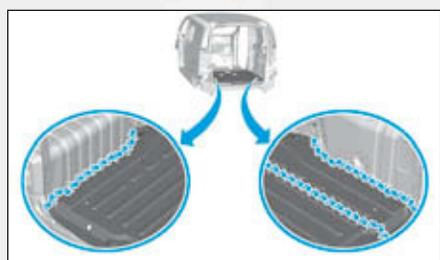
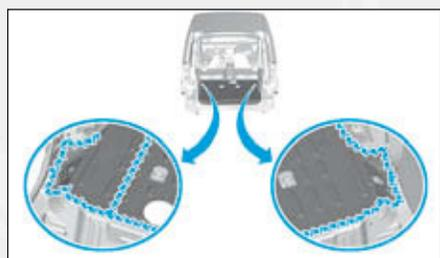
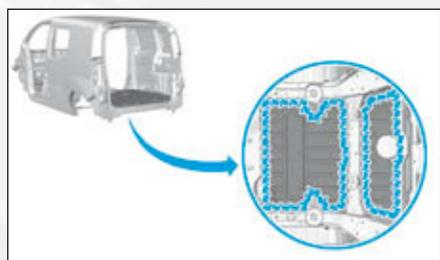

FIG.241
FIG.242
FIG.243
- un mastic d'étanchéité indice «A1» (Fig.241), (Fig.242) et (Fig.243),